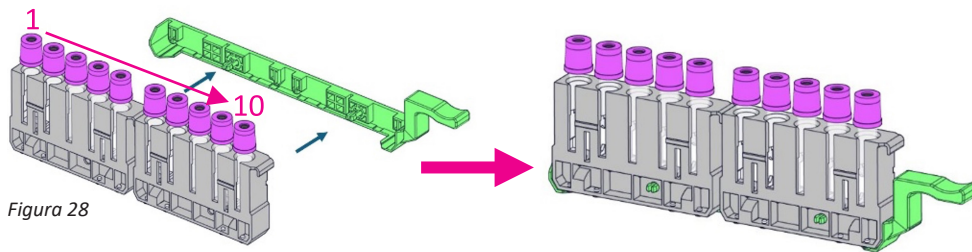

Figura 28
**Per i portaprovette per ematologia Beckman Coulter:** i portaprovette devono essere collocati nel relativo supporto prima di essere caricati in iSED PRO. **Non tentare di caricare un portaprovette Beckman Coulter in iSED PRO se non è contenuto in un supporto per portaprovette.** Ogni supporto per portaprovette può contenere due portaprovette per ematologia Beckman Coulter. Per come posizionare i portaprovette nel relativo supporto, vedere la Figura 28. Il supporto per portaprovette può essere caricato in iSED PRO con al suo interno 1 o 2 portaprovette Beckman Coulter. Se il supporto contiene solo 1 portaprovette, quest'ultimo deve essere nella posizione anteriore (posizioni 1-5 del supporto per portaprovette, le più lontane dall'impugnatura).